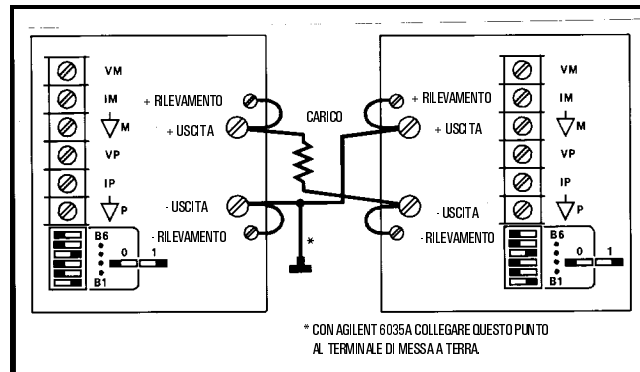

Figura 11. Funzionamento in serie
È possibile collegare in serie le uscite di un massimo di due alimentatori per aumentare la tensione d'uscita, come indicato nella figura 11. Ogni alimentatore è programmato mediante GPIB con la funzione di mantenimento (Hold) attiva e, quindi, il trigger è effettuato contemporaneamente su tutte le unità. È anche possibile collegare più carichi in serie, con messa a terra in un punto qualsiasi in modo da fornire uscite positive e negative. Tuttavia, nessun punto potrà avere un potenziale maggiore (+ o -) di terra rispetto a quello specificato sull'etichetta dell'uscita situata sul retro del telaio.
**ATTENZIONE** Non è consigliato collegare in serie gli alimentatori Agilent 6035A. Scegliendo questa soluzione occorre collegare la connessione comune tra i due alimentatori alla messa a terra (vedere la figura 11).